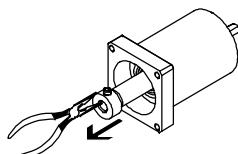

Bild 6
1. Dra ut medbringaren ur frihjulsenheten med enstång (Bild 6). Alternativt kan utgående axeln på DSM fästas och förskjutas.